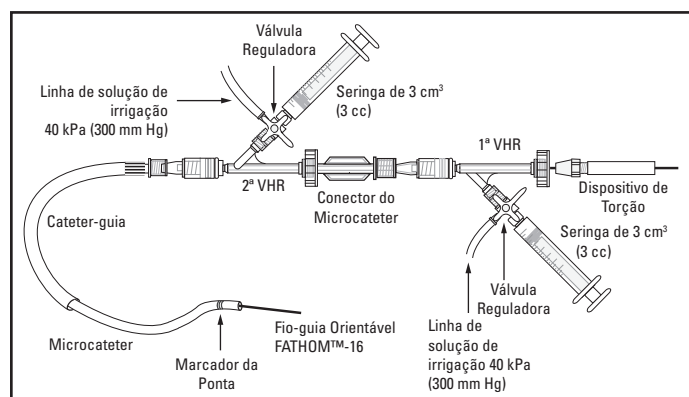

Figura 1. Exemplo de Configuração de Irrigação Contínua
A configuração recomendada para irrigação contínua é apresentada na Figura 1.
10. Ligue uma válvula hemostática rotativa (tipo Tuohy-Borst), ao luer do cateter-guia, de acordo com a Figura 1, para irrigar continuamente o cateter-guia com solução salina (para este fim, é conveniente uma embalagem pressurizada).
2. Introduza cuidadosamente o microcateter com o fio-guia pré-carregado através da VHR no cateter-guia, de acordo com a **Figura 1**. Aperte a tampa de ventilação da VHR à volta do microcateter para impedir o refluxo, mas permitindo algum movimento através da válvula pelo microcateter.
4. Configure uma irrigação contínua, utilizando a VHR ligada ao microcateter (referência Figura 1). Certifique-se de que a tampa de ventilação da VHR está fechada e irrigue o microcateter com o fio-guia pré-carregado.